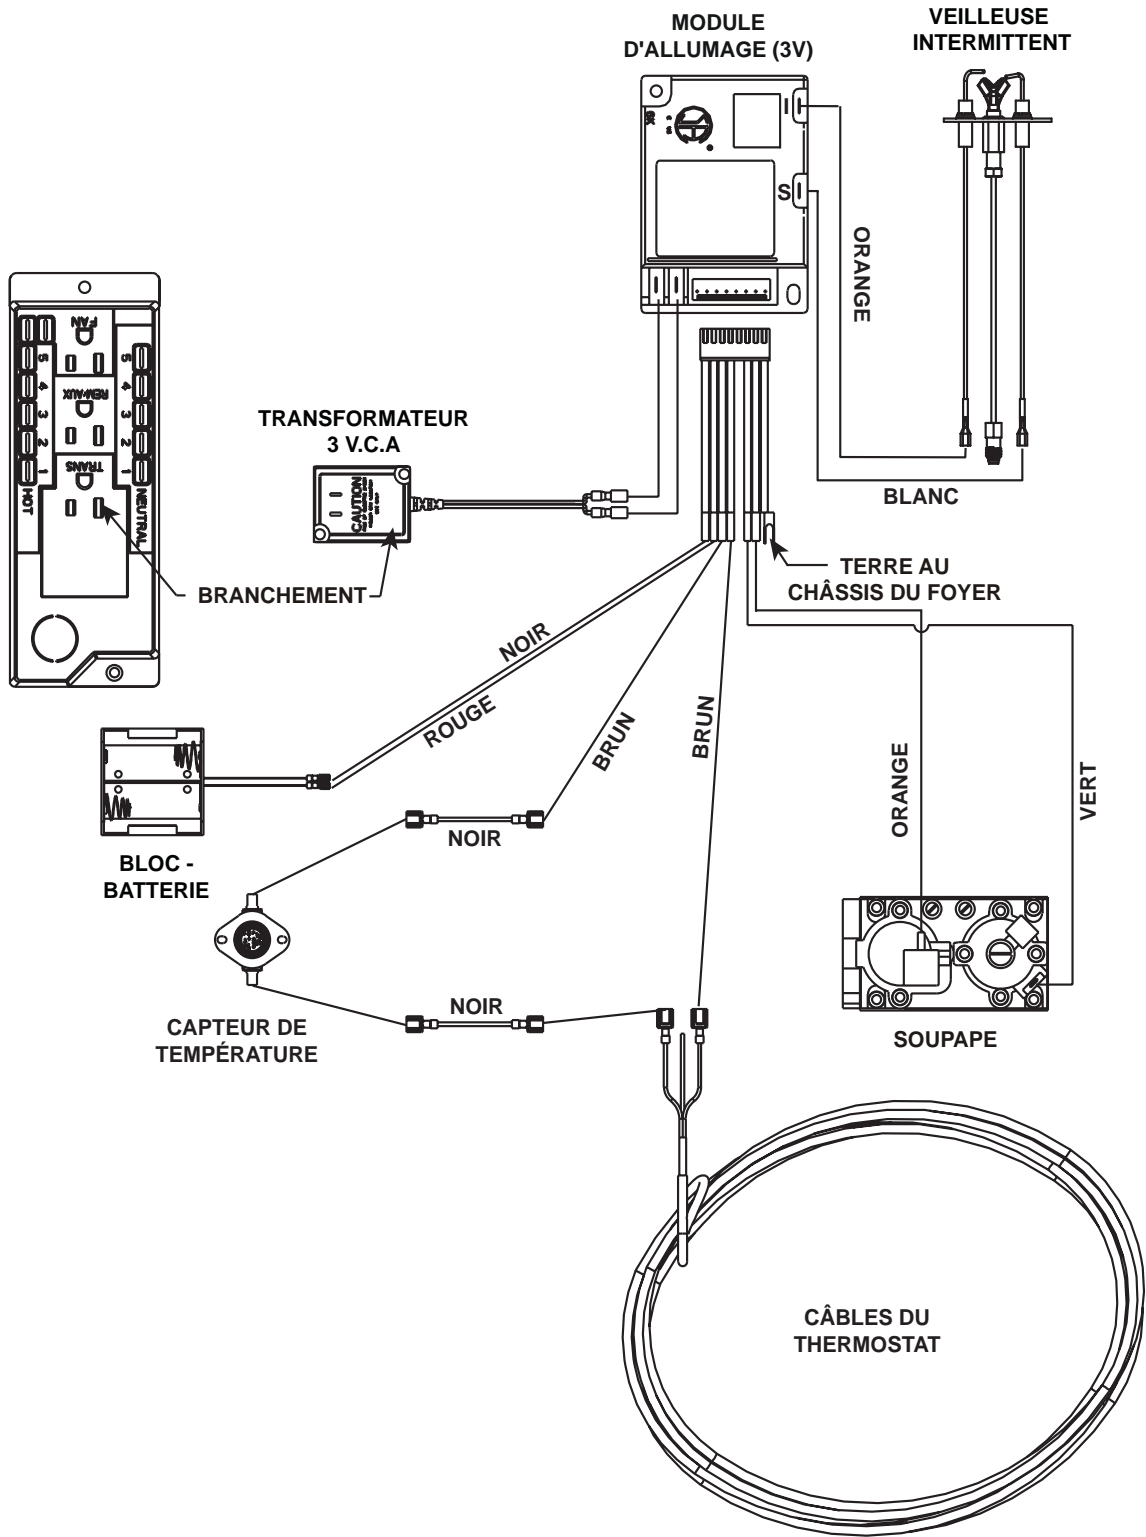

Figure 12.1 Diagramme de câblage de l'allumage à veilleuse Intellifire (IPI) avec un commutateur mural ou un thermostat
- Voir les Figures 12.1 et 12.2 Schéma du câblage du système d'allumage Intellifire (IPI).